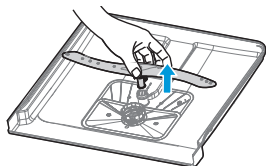

Fig. 2
3. Para remover a hélice pulverizadora inferior, pegue-a no meio e puxe para cima (Fig. 2).